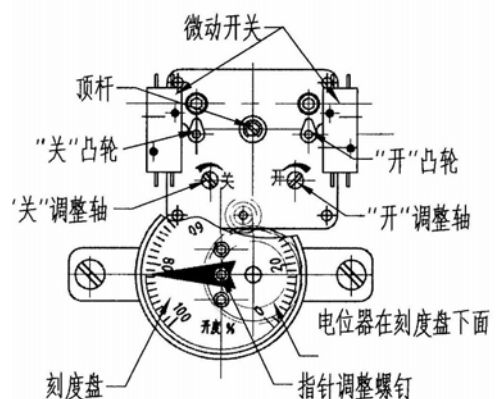

图 5
● 调整前，首先检查凸轮是否位于（图 5）所示位置，顶杆是否旋下。
● 当进行 6.1 “行程初步调整”⑤项时，若出现阀门尚未开到位，但凸轮已将微动开关压下的情况应停止手动操作，并将顶杆旋下，顺时针转动计数器“开”向调整轴，使凸轮回到（图 5）所示位置状态。根据调整量的大小，继续“顺”时针多转若干圈，以使计数器有足够的调整量，此时，再将顶杆旋起继续进行⑤项内容。